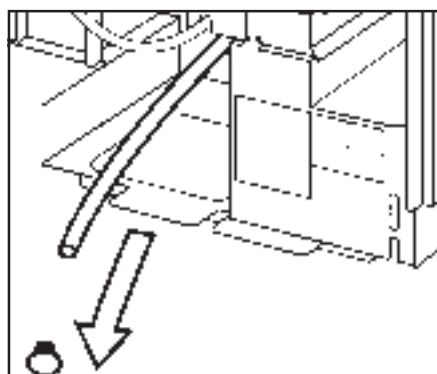

Abb. 16: Entleeren des Boilers
7. Ziehen Sie den Ablaufverschluß, der sich hinter dem Abfallbehälter befindet (siehe Abb. 16), vorsichtig nach vorne ab.